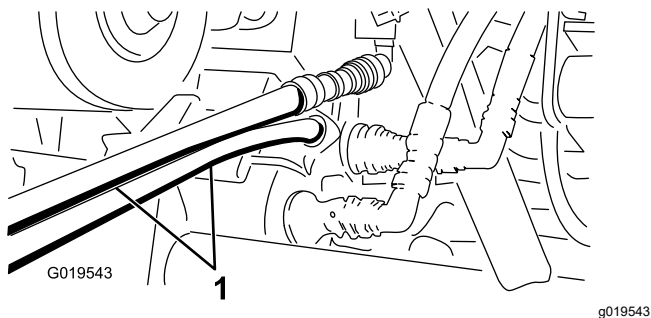

図 77
5. 救援側のワークマンのカップラブラケットにまだ付いているカップラに、救援用ホースを接続する上のホースは上のカップラに、下のホースは下のカップラに接続する 図 77。